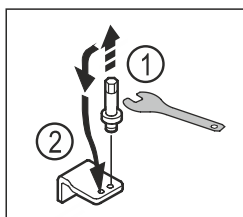

Fig. 17
- Wykręcić sworznie dolnej płytki zawiasu kluczem imbusowym SW5. Fig. 17 (1)
- Założyć sworznię po przeciwległej stronie. Fig. 17 (2)